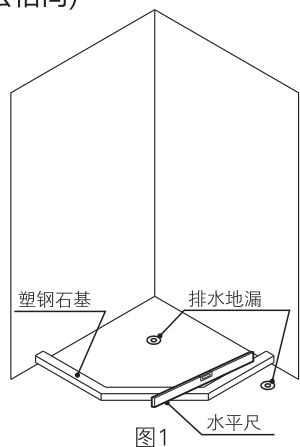

图1
1.先在淋浴屏风或淋浴房所需安装位置内预留排水地漏,房外也应预留排水地漏,以便排出因意外溢出的水(如图1所示)。
2.将大理石装在安装位,调至水平,建议将大理石下部10mm埋入地下(如图1所示)。